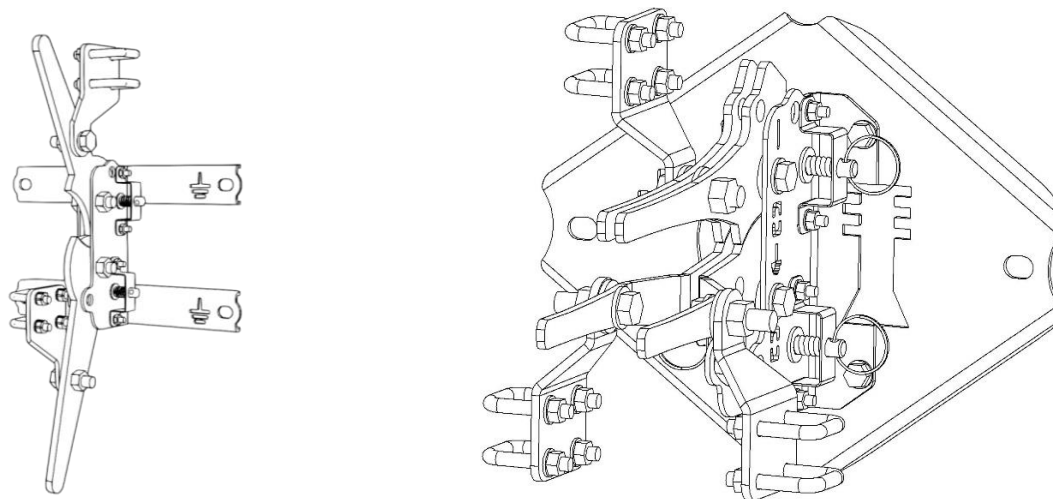

Рис.5 Привод для разъединителя с одним и двумя заземлителями
- корпус и три рычага: один — для управления главными ножами, два — для управления заземлителями. Сегментированные поворотные основания рычагов обеспечивают механическую блокировку. Рис.5.